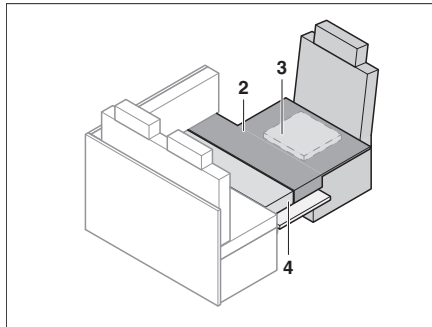

Bild 169 Nach dem Umbau
- Zusatzpolster wie in Bild 169 gezeigt auflegen.